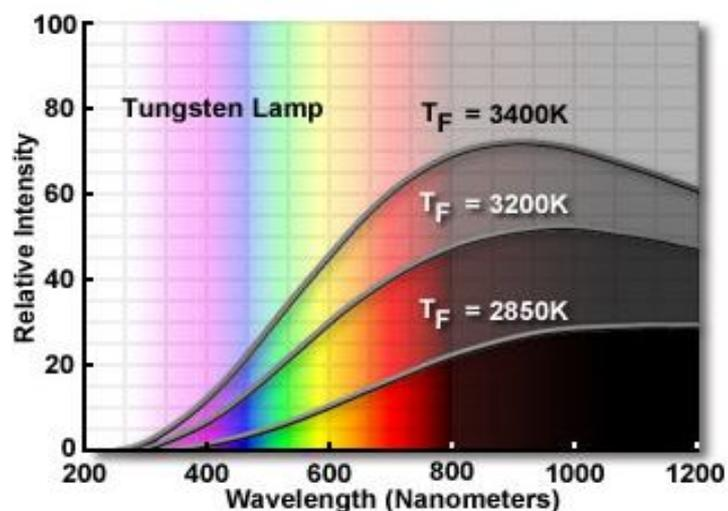

Figura 4.-Espectro de radiación de una lámpara de filamento de tungsteno (el espectro de la bombilla halógena se corresponde aproximadamente con  $T_F = 3200K$ )
Figura 4 muestra el espectro de radiación de una lámpara de filamento de tungsteno en función de la temperatura de color ( $T_F$ ).
**C3:** ¿Qué crees que ocurriría si se empleara como fuente luminosa una bombilla de filamento de tungsteno -W- (incandescente) para caracterizar la fotorresistencia? Tener en cuenta la respuesta espectral proporcionada por el fabricante y la figura 4.